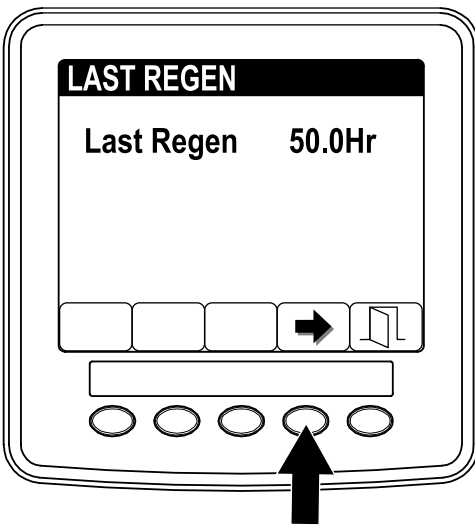

Figura 35
3. Utilize o campo ÚLTIMA REGEN (Figura 35) para determinar quantas horas o motor trabalhou desde a última regeneração de recuperação, em estacionamento ou de reposição.